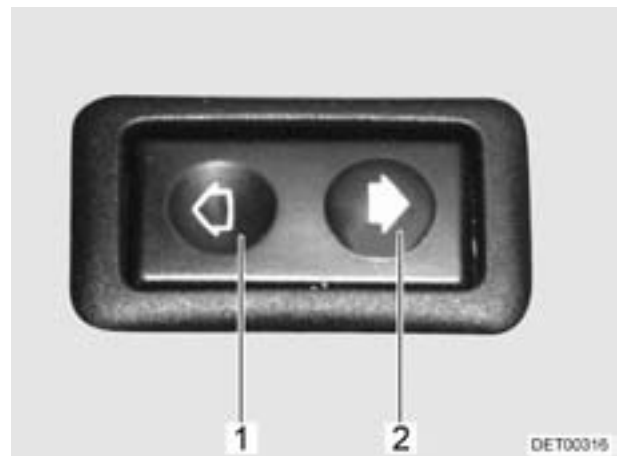

Bild 16 Schalter für elektrischen Fensterheber
Der Motorcaravan ist auf der Fahrerseite mit einem elektrischen Fensterheber (Bild 16) ausgestattet.
- Schalter hinten drücken (Bild 16,1).
- Schalter vorne drücken (Bild 16,2).